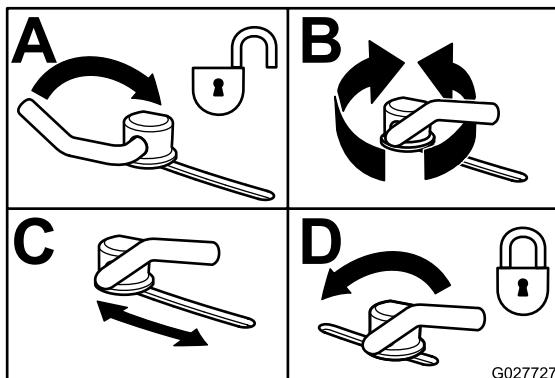

Figura 37
3. Para ajustar os bloqueios do excêntrico, rode a alavanca para cima para libertar o bloqueio do excêntrico (Figura 37).
5. Rode novamente a alavanca para apertar o abafador e os bloqueios do excêntrico (Figura 37).